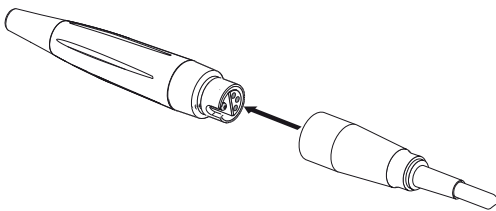

Fig. 4 Enfichage de la pièce à main
5. Raccorder la pièce à main par simple enfichage sur le connecteur du cordon, en alignant les contacts électriques (voir Fig. 4 au-dessus).